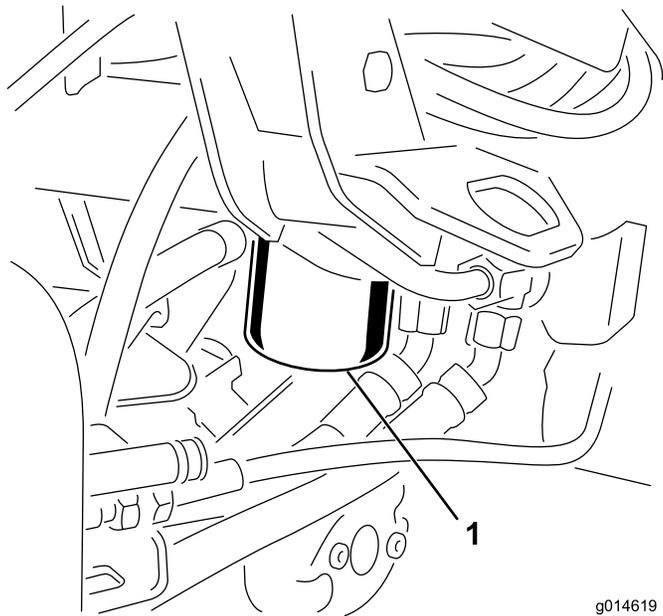

图56
1. 清洁过滤器安装区周围的区域 图56。在过滤器下面放置一个放油盘并拆下过滤器。